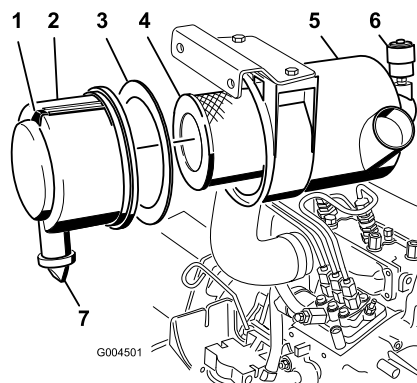

Figure 58
- Faites l'entretien du filtre à air quand l'indicateur de colmatage (Figure 58) est rouge ou toutes les 400 heures (plus fréquemment si vous travaillez dans une atmosphère extrêmement poussiéreuse ou sale). N'effectuez pas l'entretien du filtre à air trop souvent.
1. Tirez le verrou vers l'extérieur et tournez le couvercle du filtre à air dans le sens anti-horaire (Figure 58).
2. Déposez le couvercle du corps du filtre à air (Figure 58).
4. Déposez et remplacez l'élément principal (Figure 58).
6. Vérifiez que le joint en mousse est en place dans le couvercle et qu'il n'est pas déchiré ou endommagé (Figure 58). Remplacez-le s'il est endommagé.
- A. Retirez la valve de sortie en caoutchouc du couvercle (Figure 58).
10. Réarmez l'indicateur de colmatage (Figure 58) s'il est rouge.